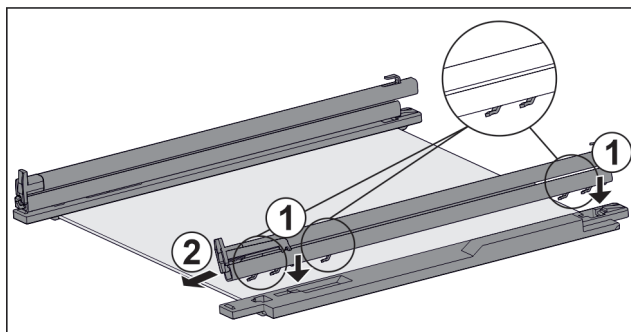

Fig. 131 Glassplate med skinner og holdedeler
- Sett kroken til skinnene på åpningen til **venstre** holdedel. Fig. 131 (1)
- Trekk skinne fremover. Fig. 131 (2)
- Sett kroken til skinnene på åpningen til **høyre** holdedel. Fig. 131 (1)